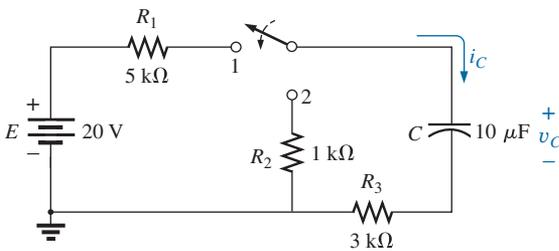

Figura 10.47 Fase de carga para o circuito na Figura 10.46.
a) A conversão da fonte de corrente em uma fonte de tensão resulta na configuração na Figura 10.47 para a fase de carga.
Figura 10.49 v_C para o circuito na Figura 10.47.
Figura 10.50 i_C para o circuito na Figura 10.47.